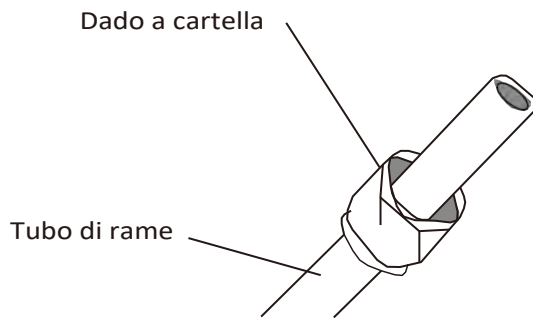

Fig. 5.3
3. Poni i dadi a cartella su entrambe le estremità del tubo. Assicurati che siano rivolti nella giusta direzione, perché non potrai inserirli o cambiare la loro direzione dopo la svasatura. **Vedi Fig. 5.3**